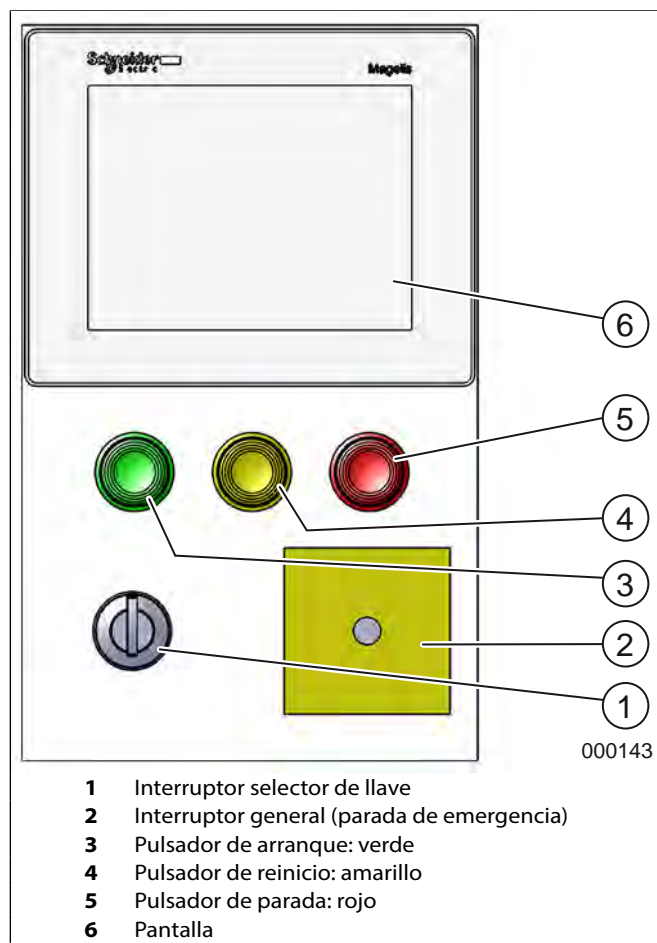

fig. 7 Elementos de manejo
1. Desbloquear la regleta de parada de emergencia (fig. 6) en la mesa de la destructora de documentos (extraer la regleta) y conectar el interruptor principal (fig. 7/2) (posición "1").
2. Girar la llave (fig. 7/1) hacia la derecha.
3. Presione el botón de inicio verde (fig. 7/3).
Cuatro pantallas principales (fig. 7/6) le ayudarán a controlar la máquina.
Si alguna vez, por algún motivo, resultara necesario desconectar o parar, respectivamente, la máquina con la mayor rapidez posible, esto se puede realizar pulsando esta tecla de parada de emergencia. Para conectar de nuevo la máquina se tiene que desbloquear (extraer) la regleta y se tiene que pulsar el Pulsador de arranque: verde (fig. 7/3).
1. Poner el interruptor general (fig. 7/2) en la posición „1“.
2. Introducir la llave sum inistrada en el interruptor selector de llave (fig. 7/1) y girarla hacia la derecha.
- el interruptor de bloqueo (fig. 7/1) está desbloqueado (girar la llave hacia la derecha),
- el interruptor principal (fig. 7/2) está conectado (posición „1“),